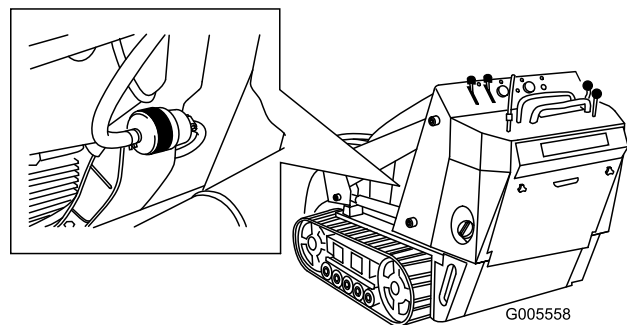

图 42
5. 夹住燃油滤清器左右两侧的燃油管线 图 42。
6. 将软管夹的两端挤压到一起将它们滑离滤清器 图 42。